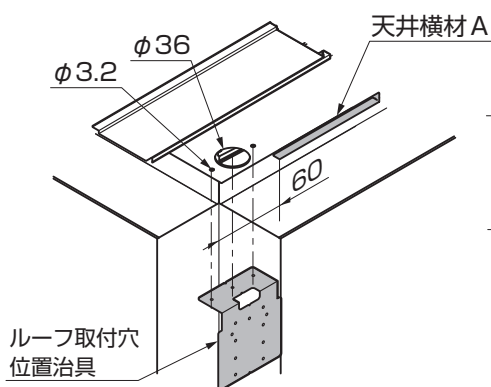

図11-32 A部詳細図
- 天井横材Aは堅樋がつく側の端部から60mmの範囲は取付けしないでください。(図11-32参照)